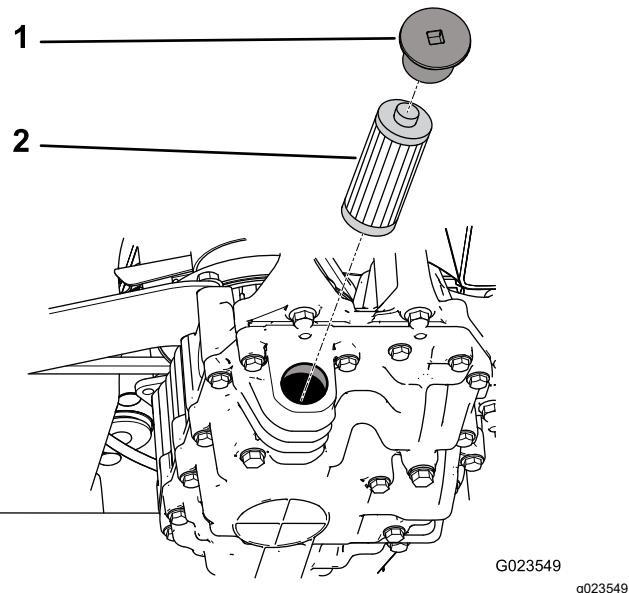

Bild 70
4. Nehmen Sie den Filterdeckel ab und ziehen Sie den Filter aus dem Getriebe heraus (Bild 70).